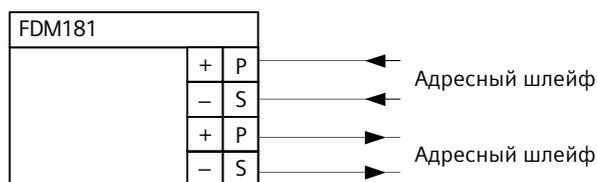

Рис. 3.5.3
2. Подключите адресный шлейф к разъемам на электронном блоке в соответствии со схемой подключений (рис. 3.5.3).